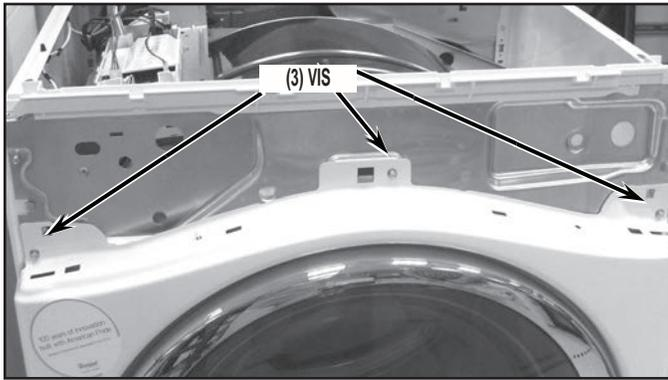

FIGURE 8
11. Ôter ensuite les trois (3) vis de fixation au sommet du panneau de façade - voir la *Figure 8*.